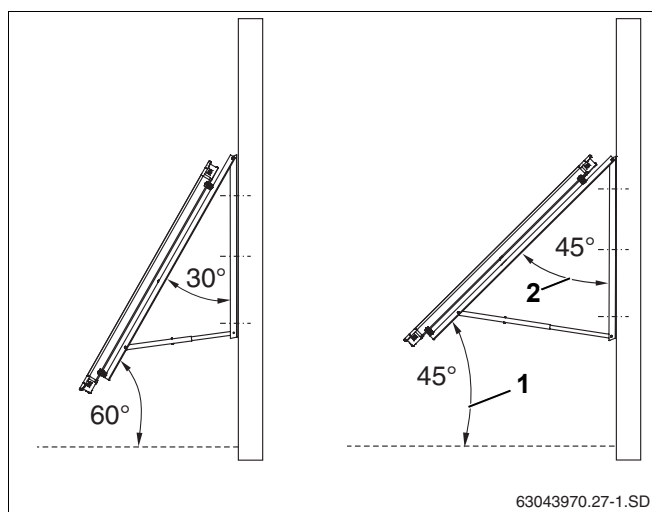

Рис. 10 Установочный угол коллектора на фасаде
- Установочный угол коллектора (рис. 10, **поз. 1**) относительно горизонта должен быть от 45° до 60° (т.е. угол наклона коллектора рис. 10, **поз. 2**, должен лежать в пределах от 30° до 45°)